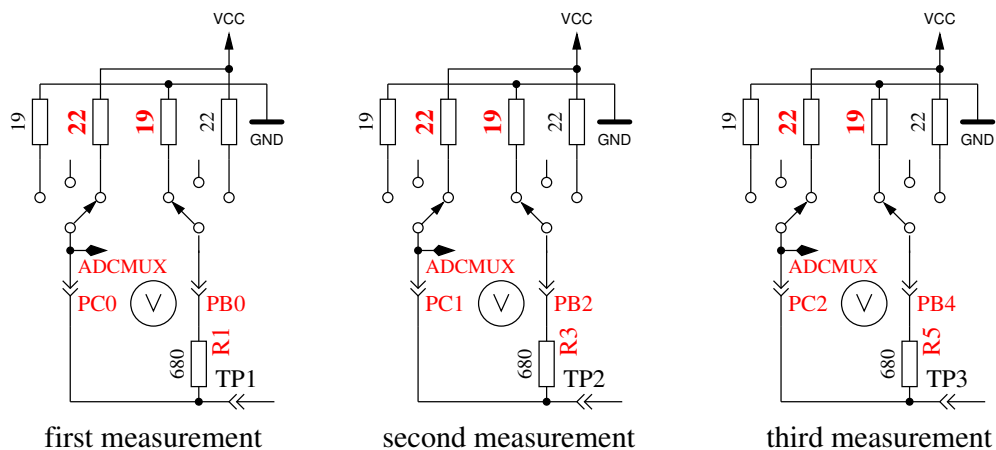

Abbildung 5.63. Messung des Innenwiderstandes des auf VCC geschalteten Port-C-Ausgängen.
9. **Messung des Innenwiderstandes von auf VCC geschalteten Port-Ausgängen.** Der benötigte Strom wird von auf GND geschalteten 680Ω-Widerständen geliefert. Es ist die gleiche Messung wie die in Test 8 zur anderen Seite, wie in Abbildung 5.63 gezeigt wird. Der Innenwiderstand wird wie folgt berechnet: Um den Strom zu berechnen: $(5001 - (\text{Ergebnis von Test 8}) - (\text{Ergebnis von Test 9})) / 680$. Die Widerstandswerte ergeben sich, wenn die gemessene Spannung durch diesen Strom dividiert wird. Das Ergebnis für diesen Test wird dann in Zeile 1 mit dem Text „RI_Hi=“ in Ω angezeigt, der Innenwiderstand zur GND-Seite wird in Zeile 2 mit dem Text „RI_Lo=“ angezeigt. Diese Werte werden ab Software-Version 1.06k bei jeder Messung neu bestimmt und hier nur dargestellt.